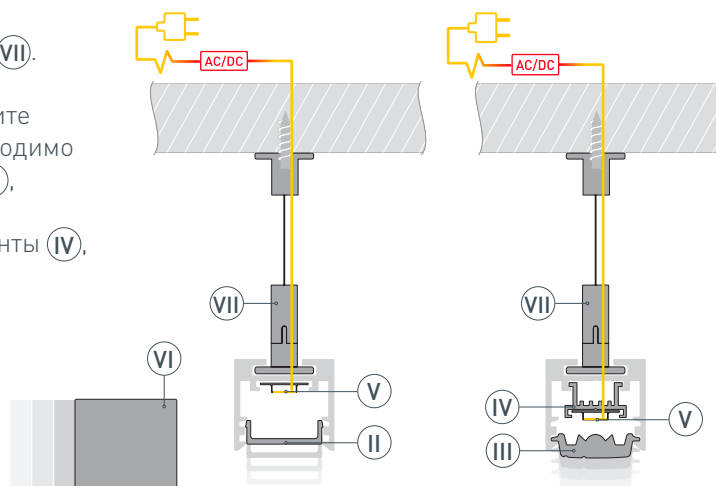

Рис. 2. Конструкция из профиля с основанием для ленты
- 4** / Установите профиль ① на подвесы ⑦. Подключите светодиодную ленту ⑤ к источнику питания. Затем установите заглушки ⑥ и экран ②. Если необходимо установить асимметричный экран ③, установите его на конструкцию из профиля ① с основанием для ленты ④, как показано на рис. 2.